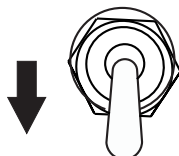

Figure 19. Commutateur de commande du ralenti (ARRÊT)
- Placer le commutateur de commande du ralenti (Figure 19) en position **ARRÊT**. Cela permettra au moteur d'atteindre un régime d'environ 3600 tr/min.
Placer le commutateur de commande du ralenti en position **ARRÊT** (Figure 19) permet au moteur de fonctionner à un régime maximal d'environ 3600 tr/min.